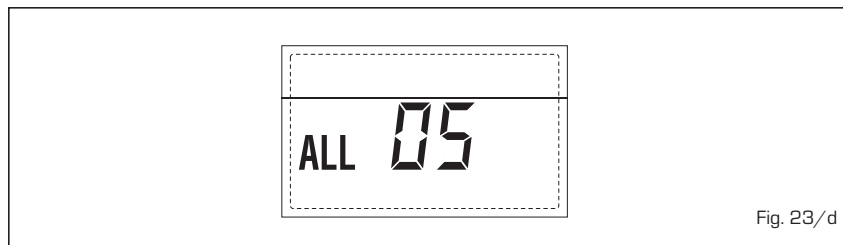

Fig. 23/d
- FLAME BLOCK ALARM 06 (fig. 23/e)